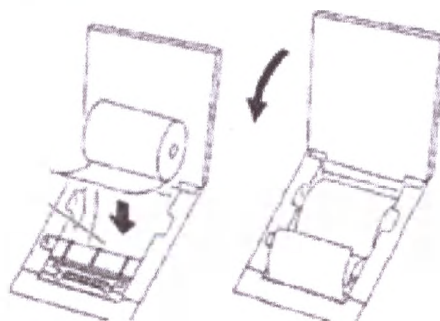

Рисунок 5-4
- 5) Поместите рулон бумаги в паз лотка принтера (Рисунок 5-4).